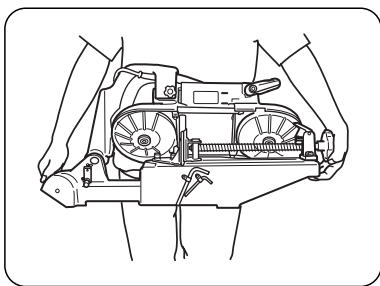

図 36
- (1) C B 12FA2 を運搬・移動する場合は、本体を下限位置まで下降させます。
- (2) ヒンジ (B) 部のストッパボルトを締付け、本体が上昇しないよう固定します。
- (3) ベースの両端を図 36 のように持ち、運搬・移動します。